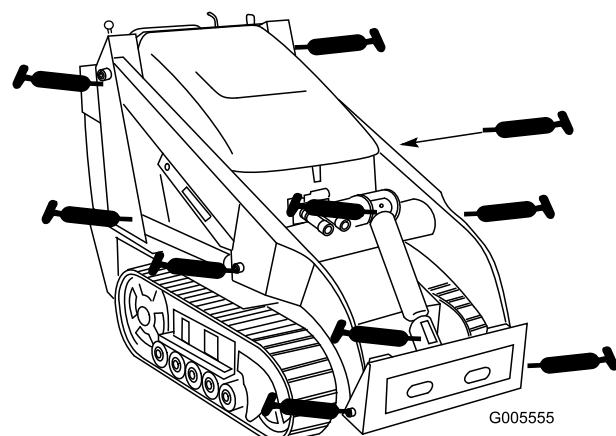
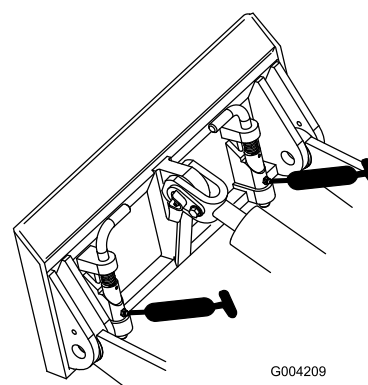

Figure 30
Figure 31
4. Raccordez une pompe à graisse à chaque graisseur (Figure 30 et Figure 31).